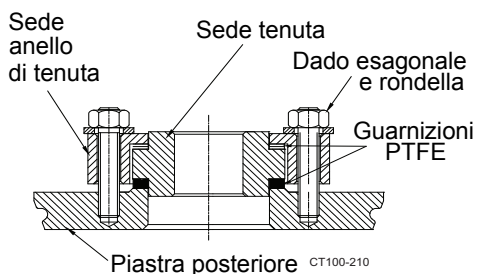

Figura 29 - Sede della tenuta stazionaria
10. Rimuovere quattro dadi e rondella dalla piastra posteriore per liberare l'anello di tenuta S.S., la sede della tenuta e le guarnizioni PTFE (vedere Figura 29). Controllare che tali componenti non presentino segni di abrasione, tagli o altri segni di usura che potrebbero provocare perdite e sostituire secondo necessità.
1. Assemblare le guarnizioni PTFE, la sede della tenuta, l'anello di tenuta S.S. e le rondelle sulla piastra posteriore come illustrato in Figura 29 e serrare il tutto uniformemente con i dadi esagonali.